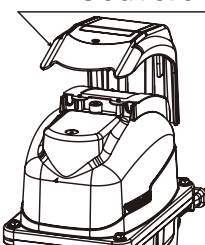

Figure 2
③ Retirez le couvercle du boîtier (Figure 2). Saisissez les deux extrémités pour tirer le couvercle vers le haut.